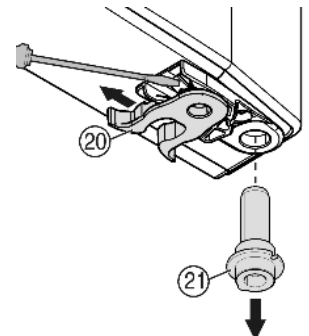

Fig. 8
- ▶ Veerklem *Fig. 8 (20)* verplaatsen: Sluitnok omlaag drukken, veerklem eroverheen en eraf trekken.
- ▶ Lagerbout *Fig. 8 (21)* uit de deurbus nemen en samen met het plaatje aan de tegenoverliggende kant aanbrengen. De sluitnok moet naar de binnenkant van de deur wijzen, de kerf naar de buitenkant.
- ▶ Deur aan de onderkant vastzetten en de lagerbout *Fig. 8 (21)* in de lagerbus aanbrengen. Evt. de lagerbout draaien om deze te laten vastklikken.